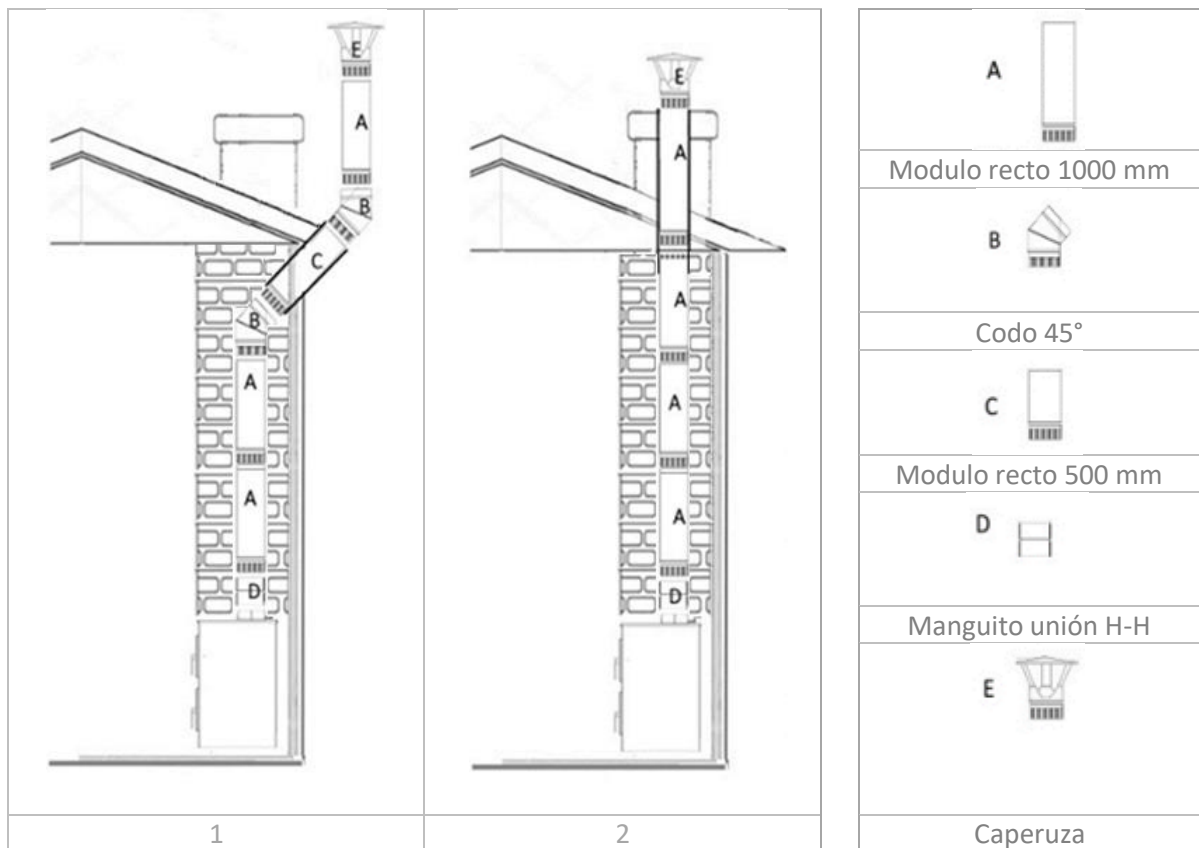

Figura 5
- 3. TRAMO VERTICAL (A).** La longitud total requerida de tubo vertical hasta el tejado para un tiro natural (depresión de los humos) puede ser diferente en cada instalación con dependencia de diversos factores, pero por lo general puede oscilar desde los 4 m hasta 6 m aproximadamente. No obstante, se garantiza un funcionamiento óptimo del aparato con una depresión mínima en torno a ± 15 Pa (pascuales).
- 4. CURVAS (B).** Si existe la necesidad de uso de curvas (*véase el dibujo 1 y 2 de la figura 5*), se proveerá una conexión de los conductos mediante codos. Estos podrán ser de hasta 45° y no deben sufrir estrechamientos. Además, se atenderá lo siguiente:
- 5. TRAMO HORIZONTAL (C).** El conducto de unión o tramo horizontal de la chimenea deberá diseñarse con la mínima longitud posible y evitando al máximo los cambios de dirección y de sección y conforme a esto se atenderá lo siguiente:
- 6. MANGUITO UNION (D).** Para la correcta unión del conducto vertical con el collarín m (macho) de salida de humos de la estufa se requiere un manguito h/h (hembra/hembra) de tal modo que el extremo m (macho del tubo vertical quede hacia abajo).
- 7. REMATE DE LA CHIMENEA (E).** Para el correcto funcionamiento de la evacuación de humos y evitar la acción del viento se requieren unas distancias mínimas del remate de la chimenea. Véase la siguiente figura: